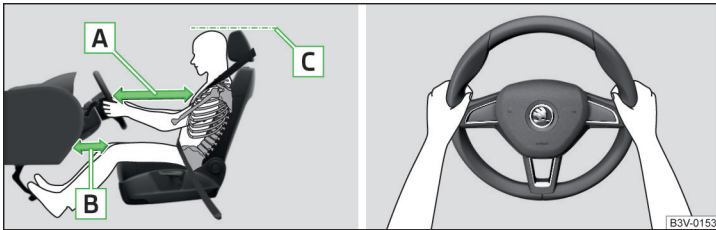

Abb. 23 Richtige Sitzposition des Fahrers / Richtige Lenkradhaltung
- ✓ Bei Fahrzeugen mit Fahrer-Knieairbag den Fahrersitz in Längsrichtung so einstellen, dass der Abstand der Beine zur Schalttafel im Bereich des Knieairbags mindestens 10 cm beträgt » Abb. 23 - [B].
- ✓ Das Lenkrad so einstellen, dass der Abstand zwischen Lenkrad und Brustbein mindestens 25 cm beträgt » Abb. 23 - [A].
- ✓ Die Kopfstütze so einstellen, dass die Oberkante der Kopfstütze sich möglichst auf einer Höhe mit dem oberen Teil Ihres Kopfes befindet (gilt nicht für Sitze mit integrierter Kopfstütze) » Abb. 23 - [C].
- Während der Fahrt das Lenkrad mit beiden Händen seitlich am äußeren Rand in der „9-Uhr“- und „3-Uhr“-Position festhalten » Abb. 23. Niemals das Lenkrad in der „12-Uhr“-Position oder in einer anderen Art und Weise festhalten (z. B. in der Lenkradmitte, am inneren Lenkradrand u. Ä.). Andernfalls könnte man sich bei der Airbagauslösung schwere Verletzungen an Armen, Händen und Kopf zuziehen.
- ✓ Die Kopfstütze so einstellen, dass die Oberkante der Kopfstütze sich möglichst auf einer Höhe mit dem oberen Teil Ihres Kopfes befindet » Abb. 23 auf Seite 26 - **C** (gilt nicht für Sitze mit integrierter Kopfstütze).
- ✓ Die Kopfstütze so einstellen, dass die Oberkante der Kopfstütze sich möglichst auf einer Höhe mit dem oberen Teil des Kopfes befindet » Abb. 23 auf Seite 26 - **C**.